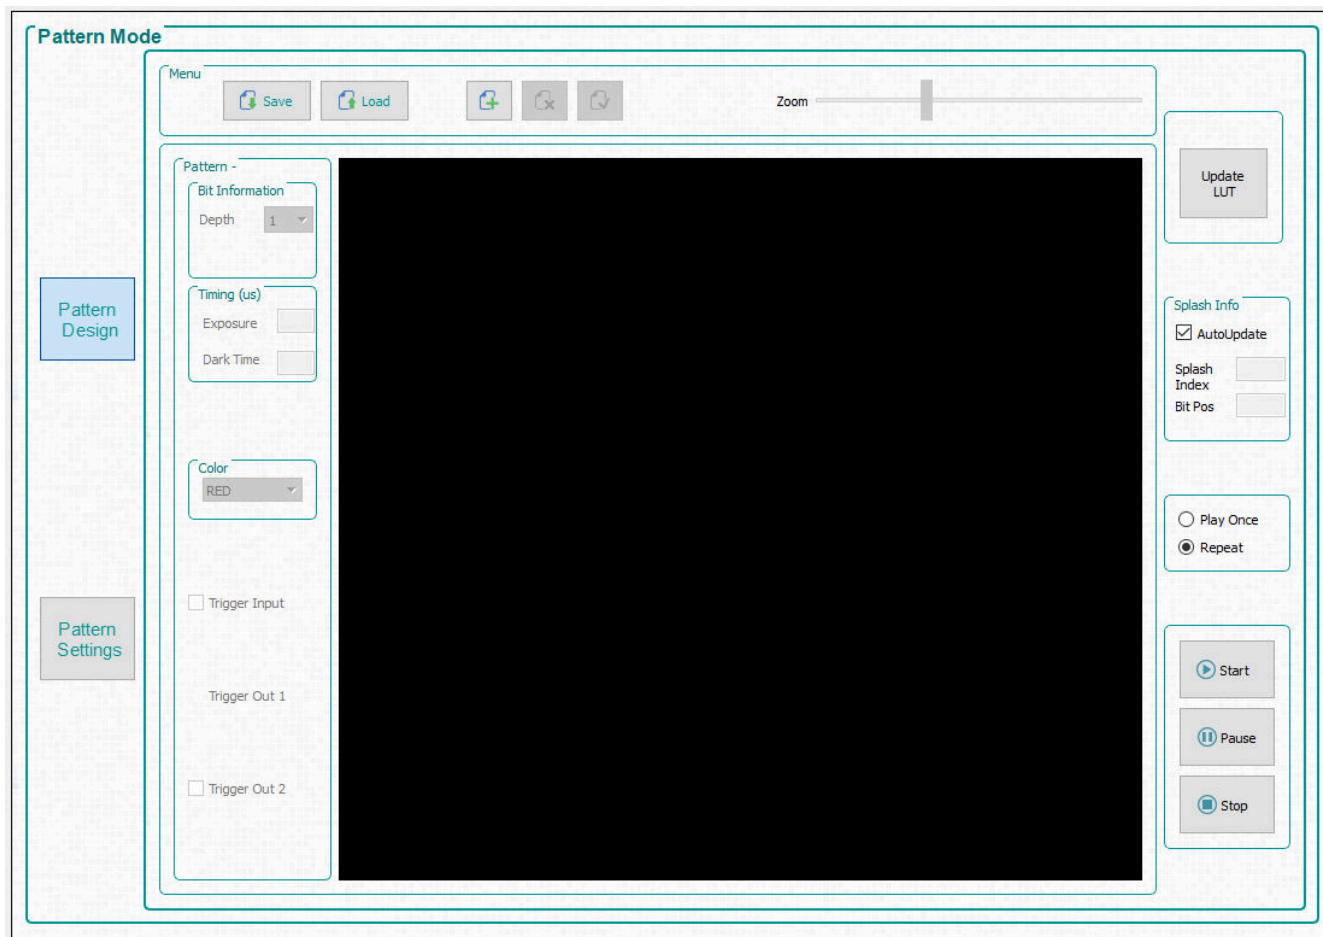

图 6-1. 图案模式面板
1. 从 *Operating Mode* 编组框中选择 *Pattern On-The-Fly Mode*，然后点击 *Pattern Design* 按钮，这时会如图 6-1 所示显示面板。